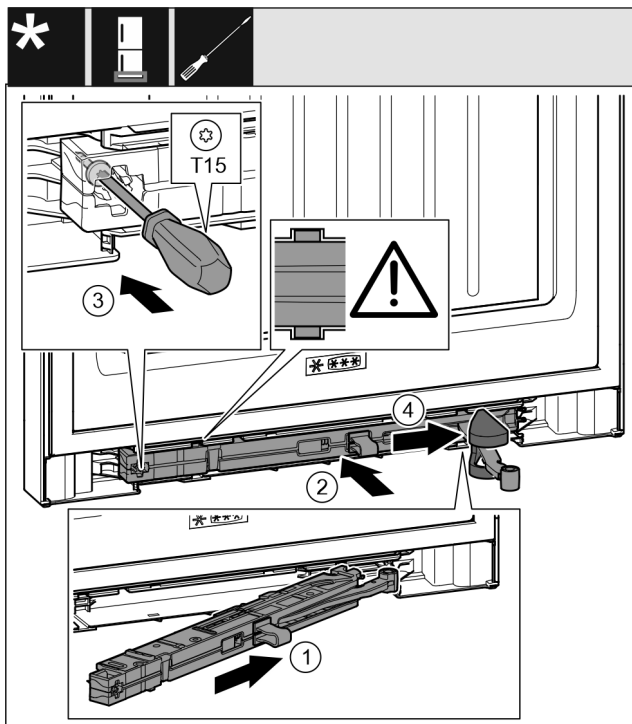

Fig. 37
- ▶ Enoto blažilnikov za zapiranje vrat na strani ležajnega podstavka potisnite v odprtino do prislona. Fig. 37 (1)
- ▶ Enoto blažilnikov za zapiranje vrat popolnoma potisnite v odprtino. Fig. 37 (2)
- ▶ Trdno privijte vijak z izvijačem T15. Fig. 37 (3)
- ▶ Pokrov potisnite preko zgibnega dela. Fig. 37 (4)